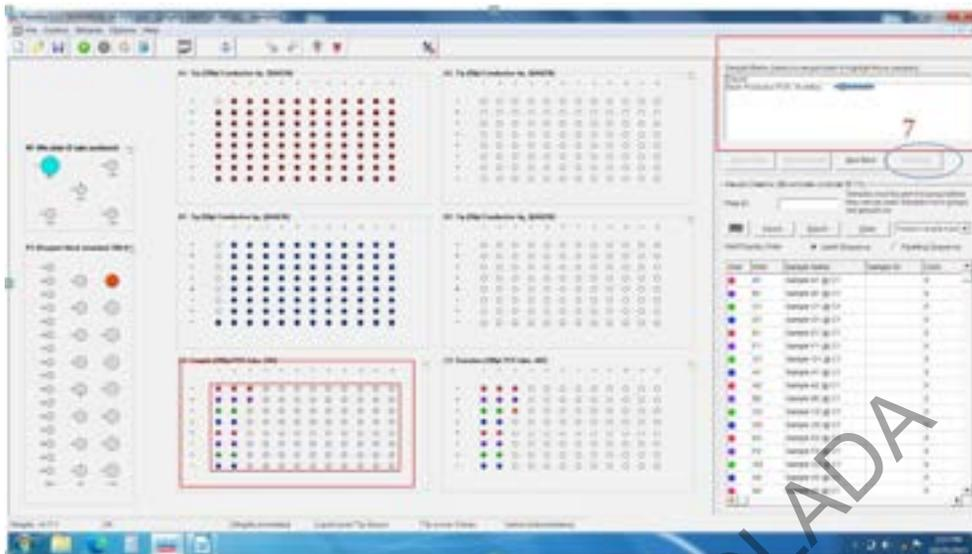

Figura 6: Selección de muestras productos amplificados
- 2.7) En la posición 7-Plantilla de edición de datos, haga click en **"Bank Products"** y posterior de click en el cuadro **"Edit Bank"** (ver figura 6)